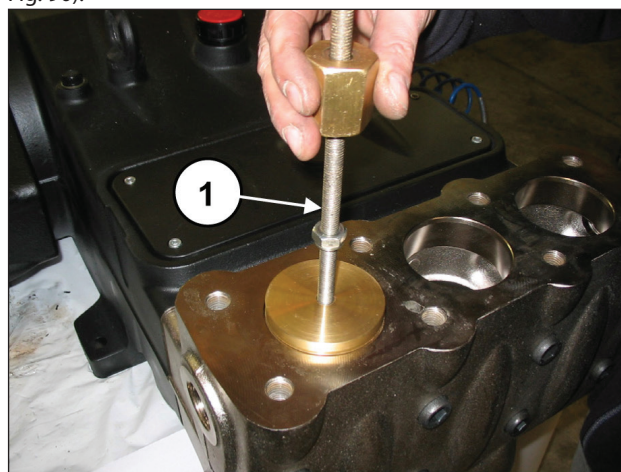

Fig. 90
Extraer el tapón de la válvula introduciendo un extractor de percusión en el orificio M10 del tapón de la válvula (pos. ①, Fig. 90).